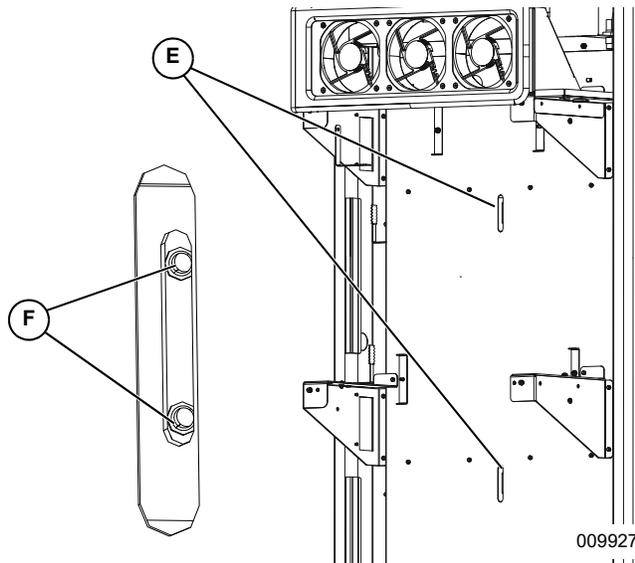

Figure 4-8. Support de fixation (2 de 2)
2. Voir **Figure 4-8**. Aligner les trous oblongs (E) du châssis et les trous (F) du support.